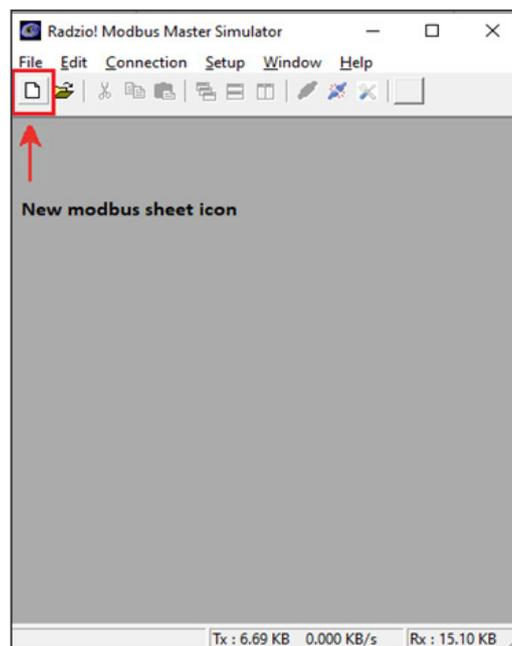

Fig 6: Icono de Nueva hoja Modbus
7. Haga clic en el icono **Nueva hoja Modbus** para abrir la nueva hoja Modbus. (Fig 6)